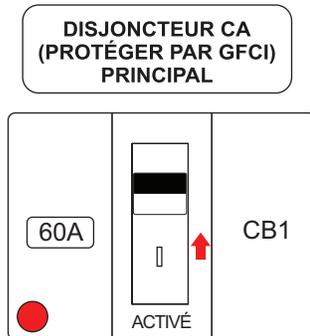

Figure 85. Disjoncteur principal ACTIVÉ (test du GFCI)
4. Placez le disjoncteur principal, CB1 (Figure 85) en position **ACTIVÉ** dans les 5 secondes qui suivent l'appui sur le bouton **RESET** du module de détection du disjoncteur de fuite à la terre.